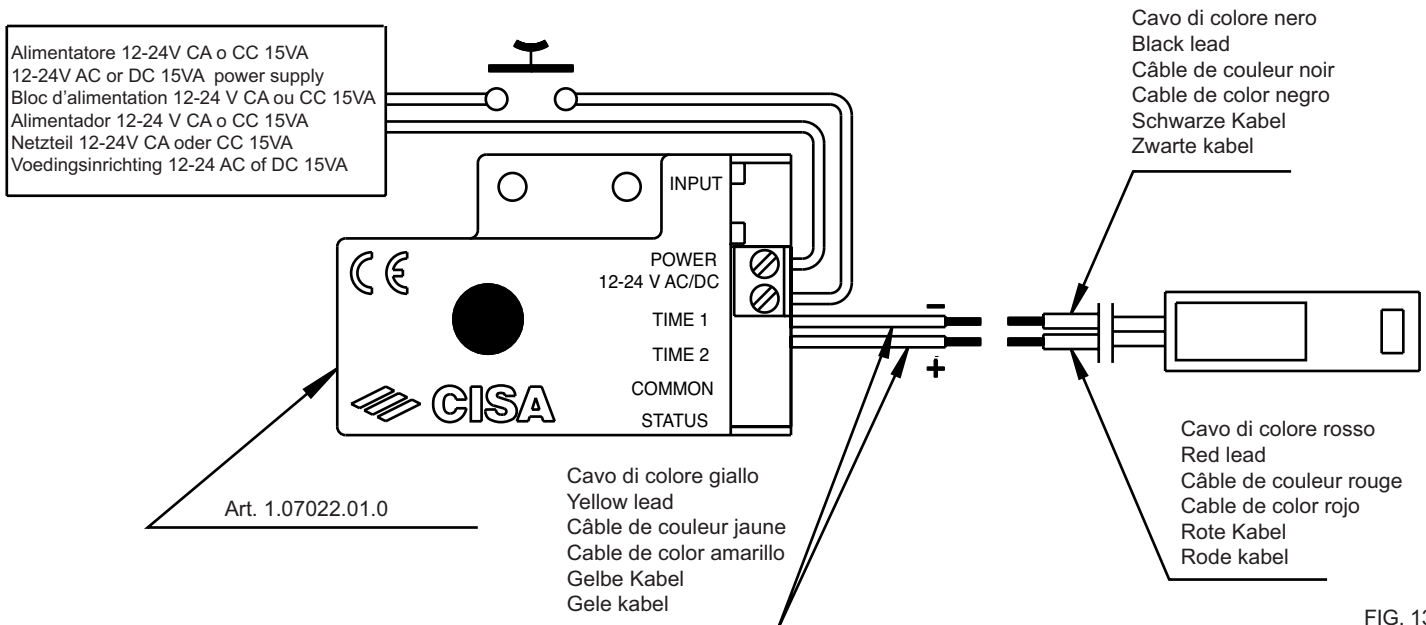

FIG. 13
ELETTROMANIGLIA (art. 1.07074.80.0) (fig. 13)
12. Per il corretto funzionamento dell'elettromaniglia è necessario collegare i fili giallo del booster (art. 1.07022.01.0 in dotazione) all'elettromaniglia e collegare i fili della tensione di alimentazione ai morsetti **POWER** e **AC/DC** come nello schema di fig. 13:
- collegare il booster ed il cavo rosso/nero fornito con l'elettromaniglia come indicato nella fig. 13.
POIGNEE ELECTRIQUE (art. 1.07074.80.0) (fig. 13)
12. Pour un fonctionnement correcte de la poignée électrique, il faut brancher les fils jaunes du surpresseur (art. 1.07022.01.0 en dotation) à la poignée électrique et brancher les fils de la tension d'alimentation aux bornes **POWER** et **CA/DC**, comme sur le schéma de la fig. 13 :
- brancher le surpresseur et le câble rouge/noir fourni avec la poignée électrique, comme indiqué sur la fig. 13.
ELEKTRODRÜCKER (Art. 1.07074.80.0) (Abb. 13)
12. Für das einwandfreie Funktionieren des Elektrodrückers ist es erforderlich, die gelben Boosterkabel (Art. 1.07022.01.0, mitgeliefert) an den Elektrodrücker anzuschließen und die Stromkabel an die Klemmen **POWER** und **AC/DC** gemäß Abb. 13:
- Den Booster und das mit dem Elektrodrücker gelieferte rot/schwarze Kabel wie auf Abb. 13 zu sehen anschließen.
ELECTRIC HANDLE (item 1.07074.80.0) (fig. 13)
12. To ensure the electric handle smooth operation, the yellow booster (supplied item 1.07022.01.0) leads should be connected to the electric handle; the input voltage leads should be connected to the **POWER** and **AC/DC** terminals as shown in fig. 13.
- Connect the booster and the red/black lead supplied with the electric handle as shown in fig. 13;
ELECTROMANILLA (Art. 1.07074.80.0) (Fig. 13)
12. Para el correcto funcionamiento de la electromanilla, es necesario conectar los conductores amarillos del booster (Art. 1.07022.01.0 suministrado) a la electromanilla y los conductores de tensión de alimentación a los bornes **POWER** y **AC/DC**, según el esquema de la Fig. 13:
- conecte el booster y el cable rojo/negro suministrado con la electromanilla, según lo indicado en la Fig. 13;
ELEKTRISCHE HANDGREEP (art. 1.07074.80.0) (fig. 13)
12. Voor een juiste werking van de elektrische handgreep moeten de gele draden van de booster (art. 1.07022.01.0 bijgeleverd) aan de elektrische handgreep worden aangesloten en de draden van de voedingsspanning aan de klemmen **POWER** en **AC/DC** zoals op het schema van fig. 13:
- sluit de booster en de rood/zwarte kabel die bij de elektrische handgreep zijn geleverd aan volgens fig. 13.